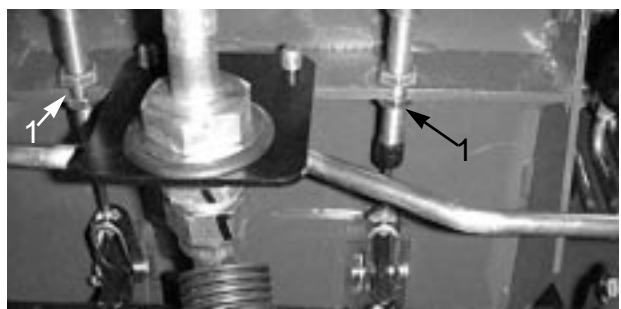

図 50
- A . ブレーキ・ケーブル（図50）の端にある前ナットをゆるめる。